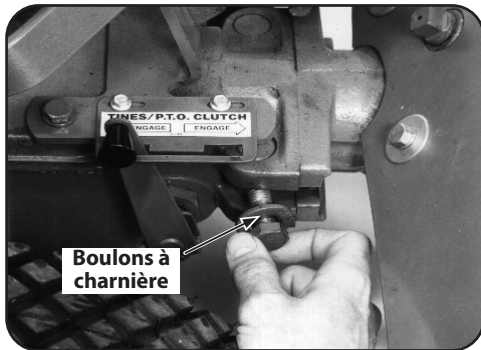

Figure 4-22
- Puis, retirez les boulons à charnière. Voir Figure 4-22.